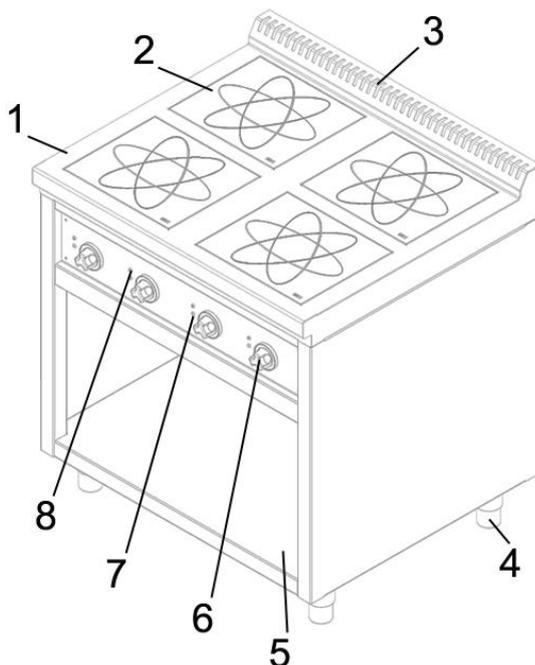

Рис. 1 Общее устройство электрической плиты
На рис.1 представлено общее устройство индукционной плиты.
В зависимости от модели на столе плиты 1 (рис.1) располагается от 1 до 6 индукционных конфорок. Индукционная конфорка предназначена для приготовления продуктов в специальной магнитной посуде и представляет собой стеклокерамическую поверхность 2 (рис.1) под которой располагается катушка. Интенсивность нагрева конфорки регулируется ручкой 6 (рис.1), расположенной на лицевой панели устройства. При значении «0» на ручке, устройство – выключено. Рядом с ручкой находятся 2 световых индикатора 7 и 8 (рис.1), сигнализирующих о правильной работе устройства. Коллектор 3 (рис.1) имеет вентиляционные отверстия, через которые удаляется теплый воздух из внутреннего пространства устройства.
Горизонтальность плиты регулируется с помощью ножек 4 (рис.1). В напольных моделях плит имеется ниша 5 (рис.1) для хранения кухонного инвентаря.
- Плавно поверните регулятор 6 (рис.1) **по часовой стрелке** и установите необходимую для работы мощность от 1 до 8 (точки, находящиеся между цифрами, также являются полноценными уровнями мощности).
- Переключение режимов сопровождаются одиночным миганием красного индикатора 8 (рис.1) и коротким звуковым сигналом.
- Если конфорка «видит» посуду, то зеленый индикатор 7 (рис.1) загорится ровным светом. Если конфорка «не видит» посуду – зеленый индикатор будет мигать.